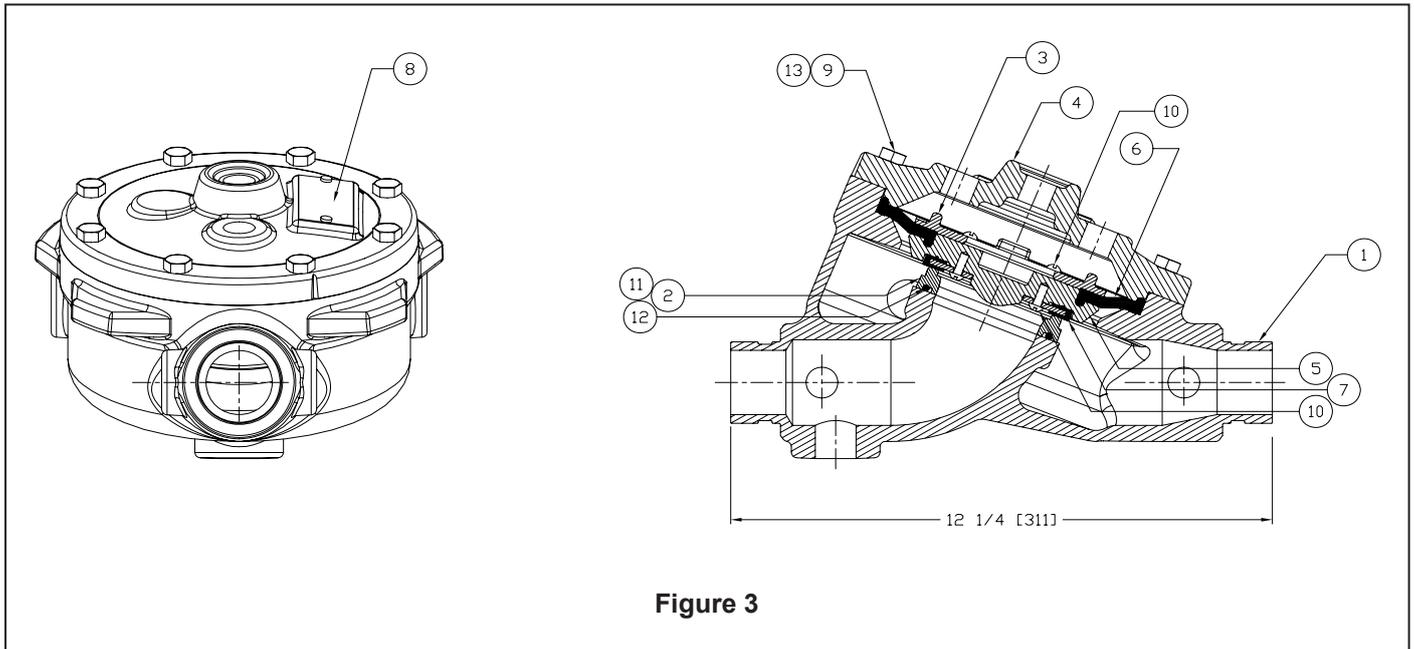

Figure 3
E. Désassemblage du poste (voir la Figure 3)
2. Déconnecter et enlever l'équipement du poste de sorte à pouvoir enlever le couvercle (4).
3. Enlever les vis (9).
4. Soulever le couvercle (4) du corps (1).
5. Enlever l'unité clapet (3, 5, 6, 7 et 10) en la soulevant du corps (1).
6. Inspecter le siège (2). S'il faut remplacer le siège, enlever les vis (11). Retirer l'ancien siège (2) et le joint torique (12). Monter le nouveau siège (2) et le joint torique (12). Remettre les vis (11).
7. Pour remplacer le diaphragme en caoutchouc (6), retirer les vis (10) disposées en cercle. Retirer l'anneau de serrage (3) et enlever le diaphragme (6).
8. Pour remplacer le joint (7) du siège, enlever l'unité clapet (3, 5, 6, 7 et 10) du poste. Retirer les vis (11) disposées en cercle et enlever le joint (7).